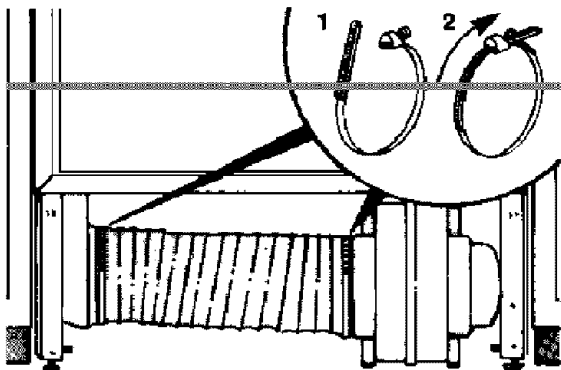

Figura 19
- Use una de las abrazaderas para manguera que se adjuntan. Con un destornillador, apriete la abrazadera para asegurar el conducto flexible a la entrada de aire del ventilador. (Vea la figura 19.)